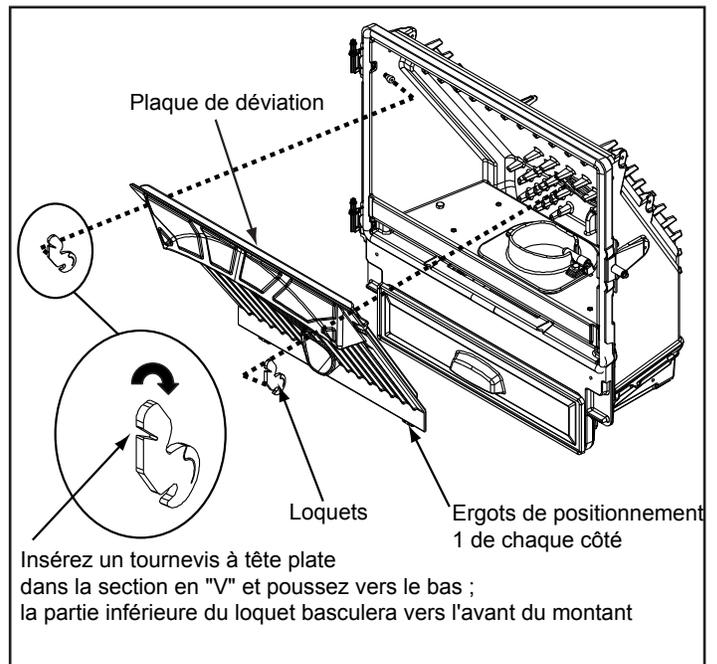

Figure 38.2
- Retirez la plaque de déviation en insérant un tournevis à tête plate dans la fente des loquets situés dans les coins supérieurs et poussez vers le bas. La partie basse du loquet va basculer vers l'avant et se dégager du montant. Soulevez la plaque de déviation et tirez-la vers vous pour la dégager. **Figure 38.2.**